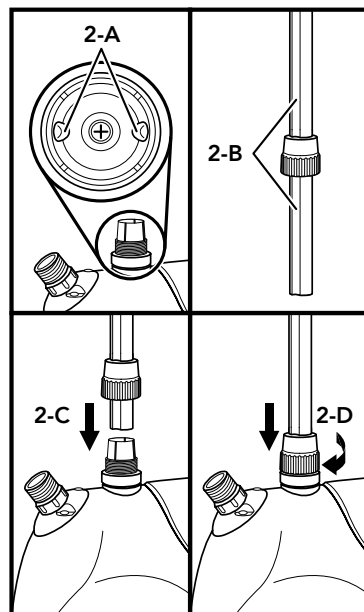

FIGURA 2
2. Mire adentro de la Base del tubo, y coloque dos canales guía (FIGURA 2-A). Alinee las dos ranuras guía del Tubo telescópico (FIGURA 2-B) con los canales guía del interior de la Base del tubo.
3. Con las ranuras guía alineadas con los canales guía, inserte la SECCIÓN 4 del Tubo telescópico en la Base del tubo (FIGURA 2-C).
4. Deslice el ACOPLE sobre la Base del tubo, luego enrosque en el sentido de las agujas del reloj para sujetar el Tubo telescópico en su lugar (FIGURA 2-D). Ahora el Tubo telescópico debe quedar sujeto a la Base del tubo.